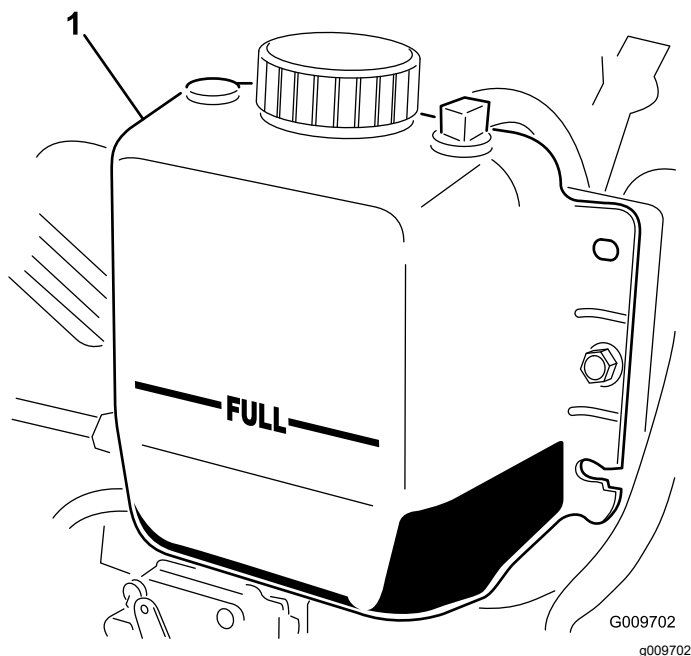

Figura 35
2. Compruebe el nivel de refrigerante del radiador. El radiador debe llenarse hasta la parte superior del cuello de llenado, y el depósito de expansión debe llenarse hasta la marca FULL (lleno) (Figura 35).